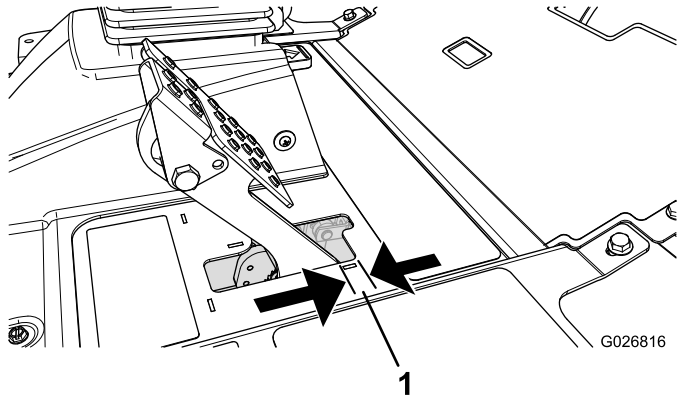

Figura 63
Regolate i freni se il pedale ha un "gioco" superiore a 2,5 cm (Figura 63), o quando è necessaria maggiore forza di tenuta. Per gioco s'intende la distanza che il pedale percorre prima che si avverta la resistenza della frenata.
2. Serrate il dado posteriore per spostare indietro il cavo, finché i pedali del freno non hanno un gioco compreso tra 0,63 e 1,27 cm (Figura 63), prima che le ruote si blocchino.